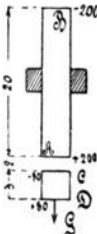

Fig. 31.
119. Ein Stabmagnet von 20 [30] (40) cm Länge, dessen Enden je 200 [800] (1000) (c, g, s) Einheiten magnetischer, entgegengesetzter Mengen enthalten, ist in vertikaler Lage festgeklemmt. In derselben Vertikalen wird ein Magnet von 3 [4] (5) cm Länge, dessen Enden die magnetischen Mengen ± 80 [100] (200) (c, g, s) besitzen, in einem Abstand von 2 [1,5] (0,8) cm schwebend erhalten. Wie groß ist das Gewicht des unteren Magneten? (Fig. 31.)